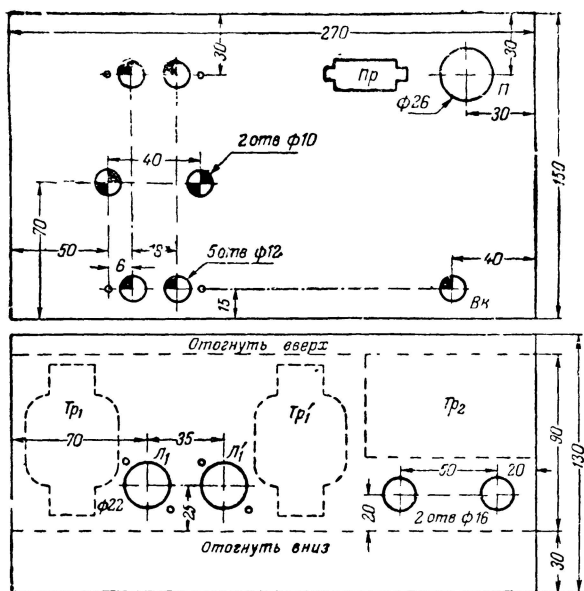
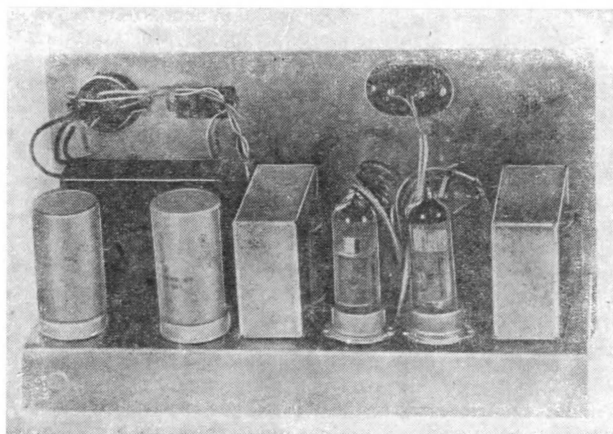

Рис. 2. Разметка шасси усилителя.
Рис. 3. Расположение деталей на шасси усилителя
**Конструкция и детали.** Все детали двухканального усилителя и выпрямителя для него смонтированы на прямоугольном металлическом шасси, состоящем из скрепленных между собой основания и передней панели. Разметка этих частей шасси дана на рис. 2. Расположение деталей на шасси показано на рис. 3.